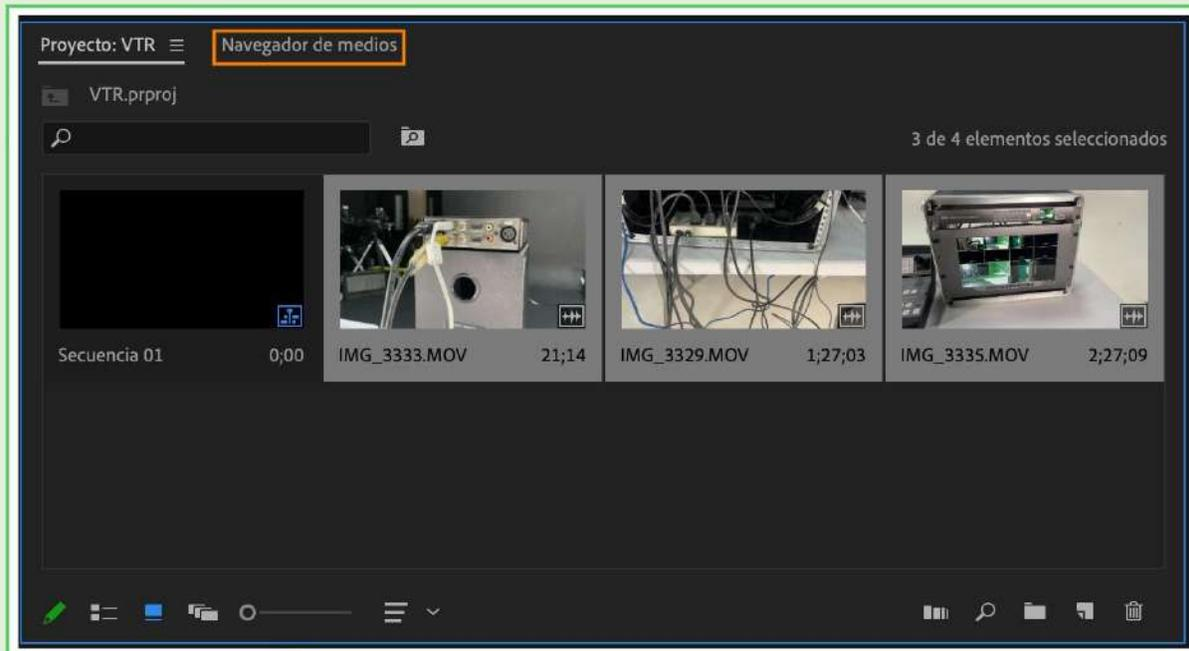

Imagen 37. Archivos importados en el software.
- Después de hacer clic en “Importar”, todos los archivos de video se cargan en el navegador de medios (imagen 37).